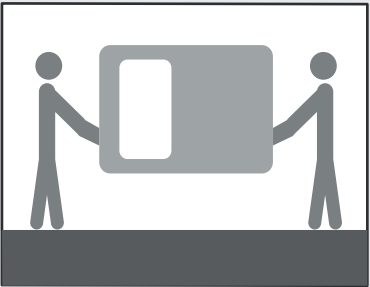

Figura 3 - Detalhe do carregamento das esquadrias
- m) Recomenda-se que cada esquadria seja carregada por duas pessoas e sempre deslocada na mesma posição de instalação, (Conforme Figura 3).